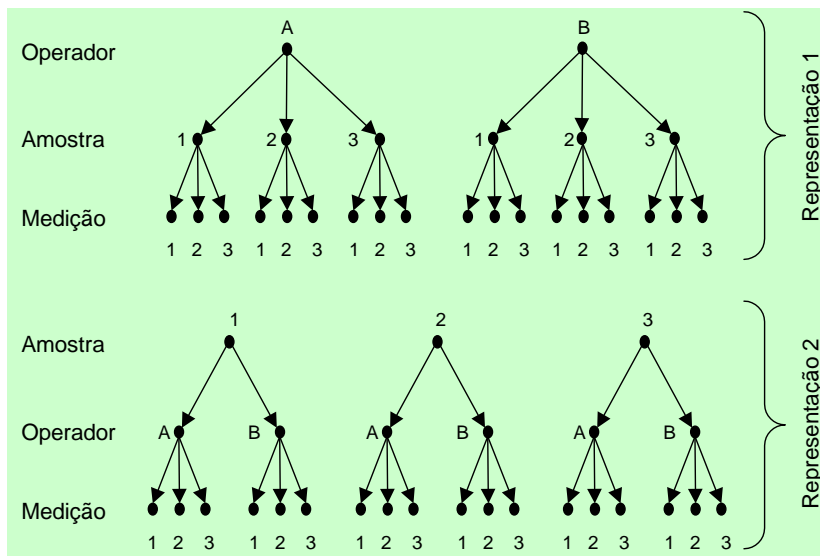

Figura 1 – Plano cruzado com os fatores Operador e Amostra (neste caso o plano pode ser representado de duas formas)
- Plano cruzado: quando os níveis do fator inferior são iguais para cada nível do fator superior (Figura 1). Somente neste caso é possível avaliar a interação entre os fatores. Este plano é mais conveniente para análise do sistema de medição.